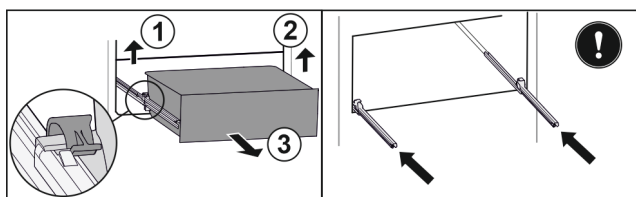

Fig. 37 \*
- Zvedněte levou svorku a současně vytáhněte zásuvku vlevo dopředu Fig. 37 (1)\*
- Zvedněte pravou svorku a současně vytáhněte zásuvku vpravo dopředu Fig. 37 (2)\*
- Zásuvku odeberte směrem dopředu Fig. 37 (3)\*